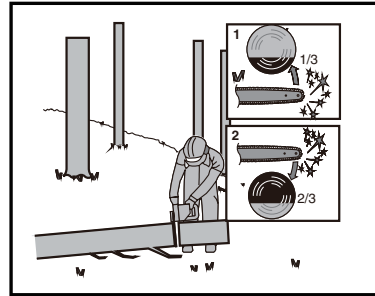

Abbildung 4
Wenn der Baumstamm gemäß Abbildung 4 an einem Ende abgestützt ist, schneiden Sie ein Drittel des Stammdurchmessers von unten ein (Rückhandschnitt (1)). Führen Sie anschließend den endgültigen Schnitt im Vorhandschnitt durch (2), um auf den ersten zu treffen.